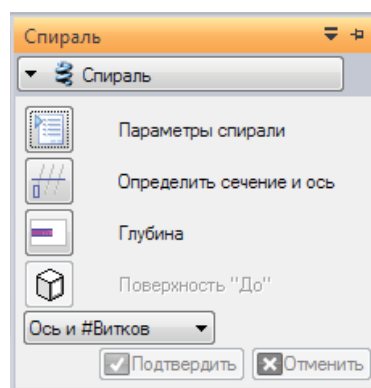

Рис. 2.3.27. Окно Параметры спирали
2. Кнопка **Параметры спирали**  открывает соответствующее окно (рис. 2.3.27). В нем выбираются метод построения (длина оси и шаг, длина оси и число витков, шаг и число витков) и соответствующие параметры, направление витков (левая или правая спираль), наличие/отсутствие конусности (для построения конической спирали), а также постоянный либо переменный (с прогрессией) шаг спирали. Метод построения можно выбрать также из раскрывающегося списка непосредственно в меню команды.